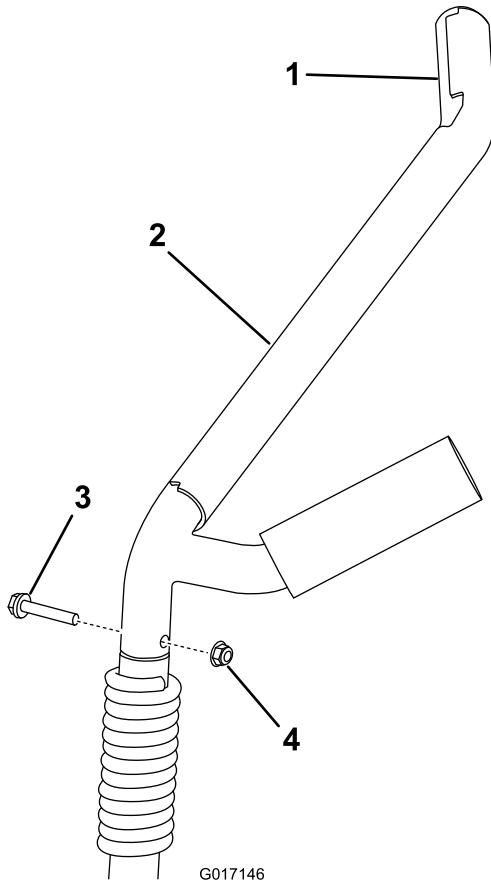

図 14
1. クレードルアーム2本を取り外すボルトとナットを抜けば取り外せる図14。